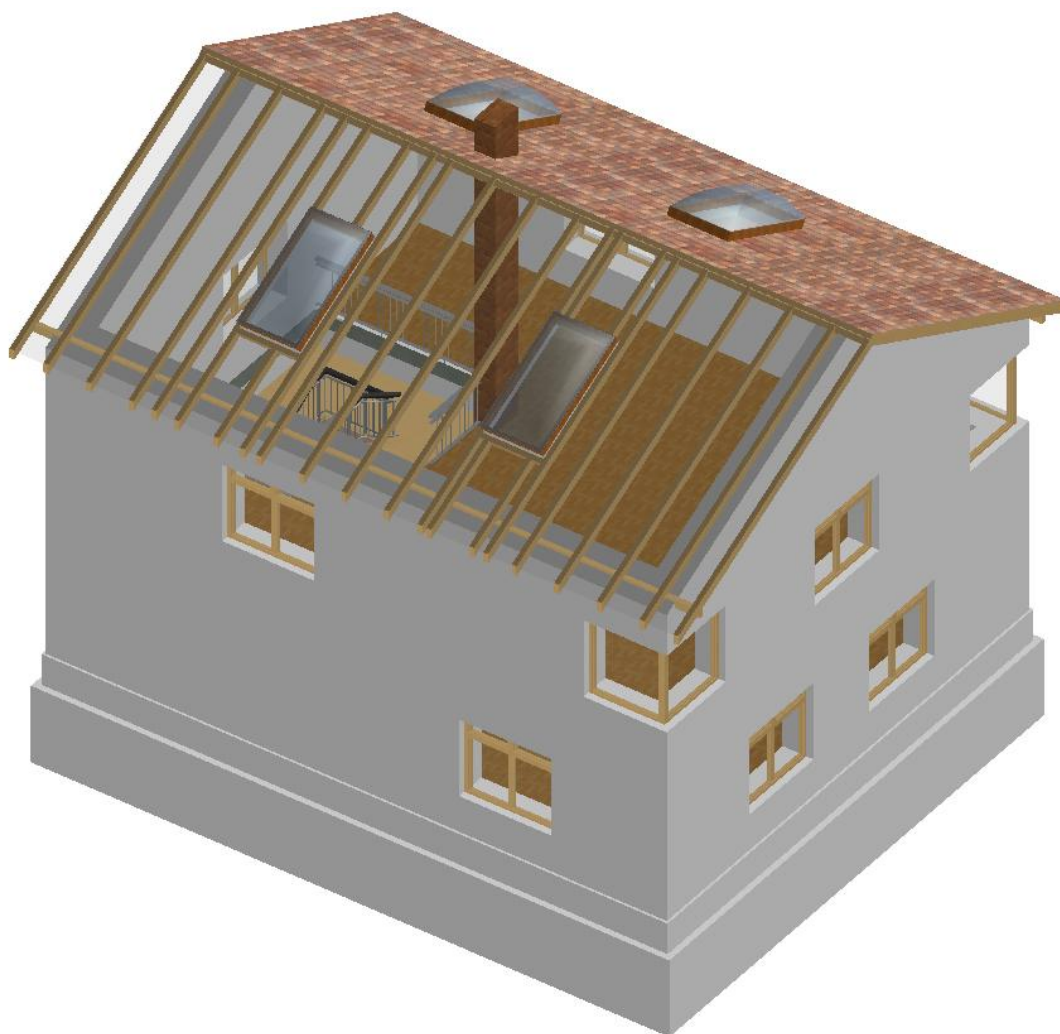

Рис. 3.3 Один скат крыши сделан из стекла
2. Для просмотра аксонометрии дома с изображением несущих конструкций можно саму крышу сделать прозрачной, например, из стекла (материал: «Стекло прозрачное»). Можно сделать один или оба ската (рис. 3.3).